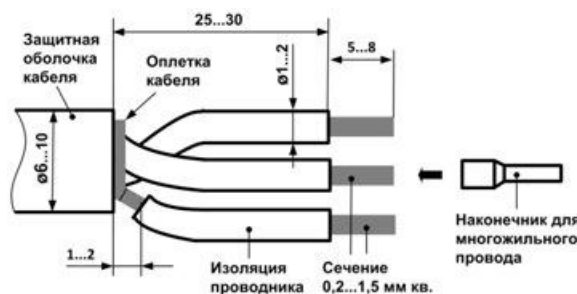

Рисунок 2 – Подготовка проводов кабеля к монтажу
3.3 Чтобы снизить влияние электромагнитных помех на сигнальную линию для монтажа сигнальных цепей рекомендуется применять экранированные кабели с витыми парами – сечение жил от 0,2 до 1,5 мм2. Перед подключением концы проводов кабеля следует тщательно зачистить и залудить или использовать обжимаемые монтажные наконечники, рисунок 2.